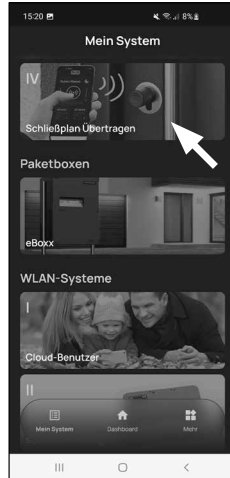

Abb. 1
- 1 Tippen Sie im Menü „Mein System“ auf den Menüpunkt „V - Schließplan übertragen“ (Abb. 1).